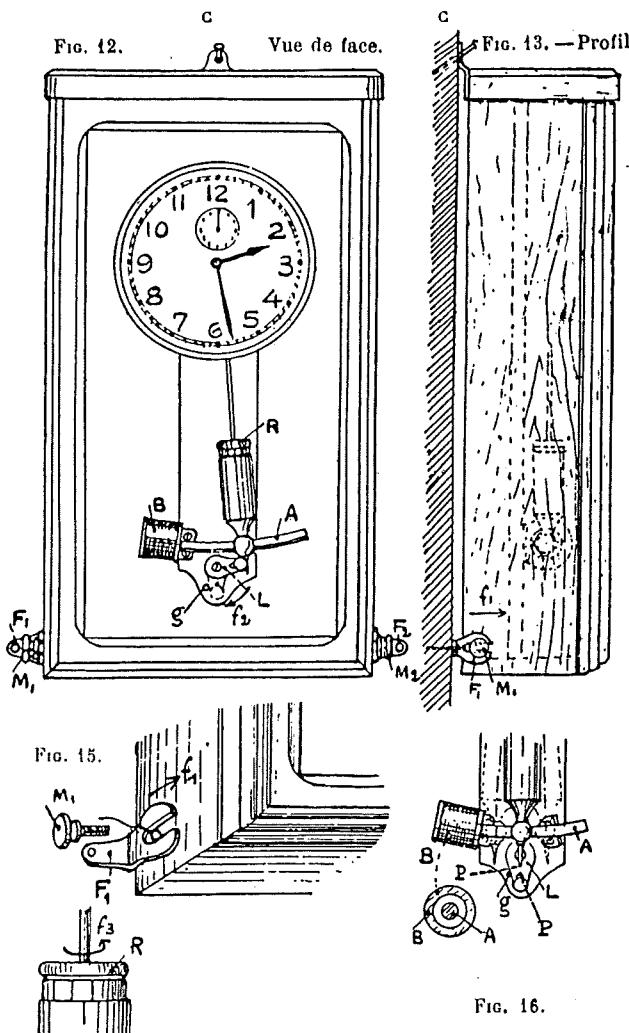

FIG. 17.
**Réglage.** — Le réglage s'obtient en faisant tourner la masse R dans le sens  $f_3$  pour faire avancer la pendule (voir fig. 17). Cette opération a pour effet de remonter cette masse. Pour faire retarder la pendule, il faut faire l'inverse. Une rotation de  $1/10^{\circ}$  de tour indiquée par les divisions que porte la masse R, corrige une variation de 3 sec. environ par jour.